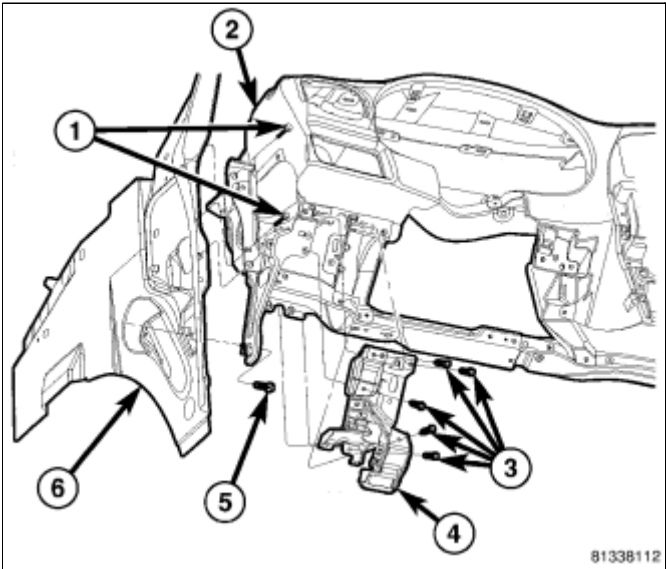
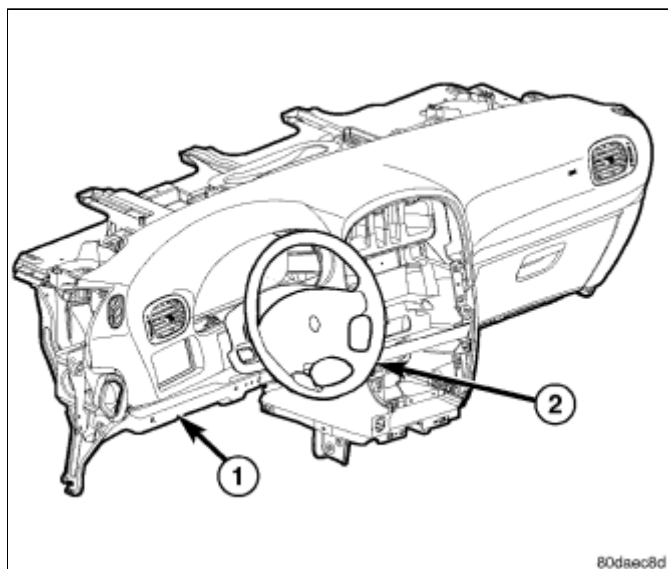

图 6 左侧I/P固定螺钉
图 7 仪表板下加强件
- 28. 拆卸6个仪表板转向柱盖板安装螺钉，并拆卸盖板\(图 6\)。拆卸固定仪表板加固的螺钉。拆卸仪表板加强件\(图 7\)。
31. 松开左侧滚动螺栓(图 6)。
32. 拆卸左侧A柱固定螺母。 有2个13 mm螺栓和1个10 mm螺栓 (图 6)。